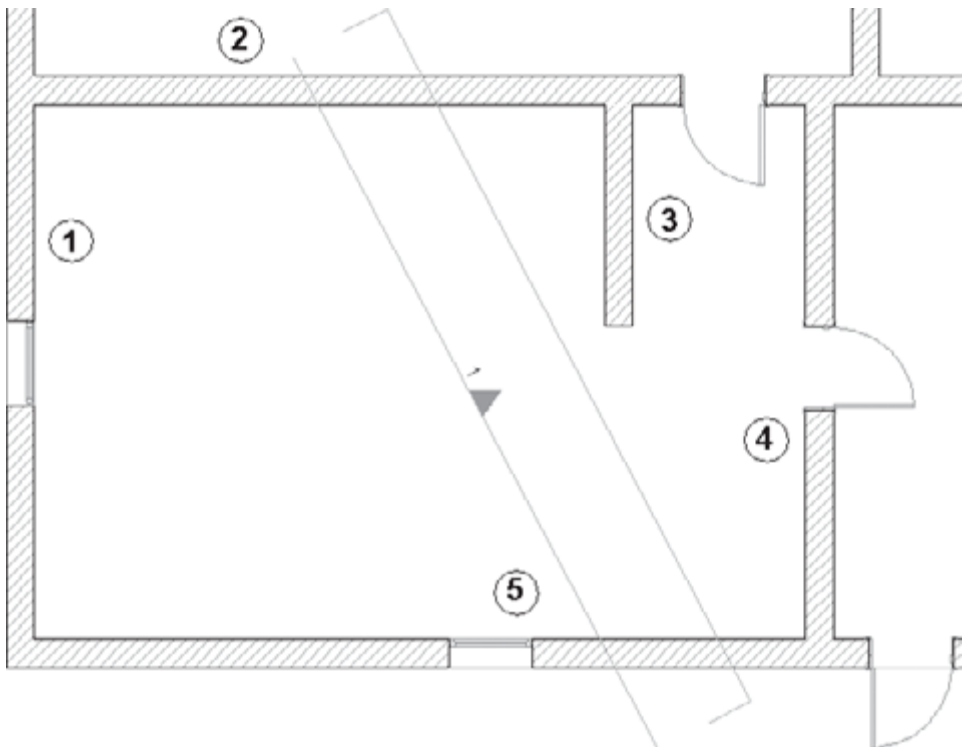

Рис. 11.32. Построение односегментного интерьера
1. На плане комнаты постройте стену 3 перпендикулярно стене 2, как показано на рис. 11.32.
4. Постройте интерьер, линия которого пересекает стены 2 и 5 (рис. 11.32).